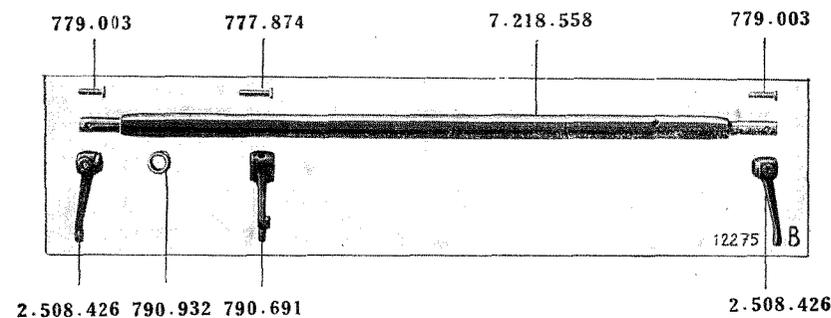

Fig. 56. — Relais de frein avant.
- X.790.932 — Coussinet d'axe de relais de frein. (Voir fig. 56 et 57.) 4